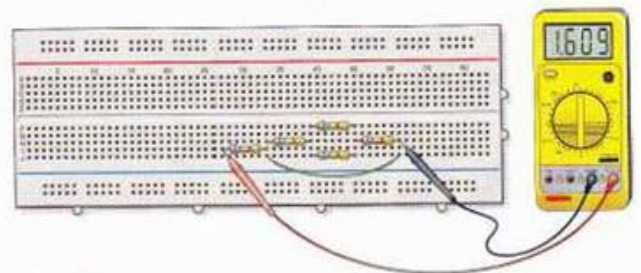

Fig. 2.25.
1. Colocamos las **puntas de prueba** en los extremos del circuito, con el polímetro en la posición de óhmetro, ajustamos la **escala**, y realizamos la **lectura**. El valor obtenido es de 525 Ω (Fig. 2.25).